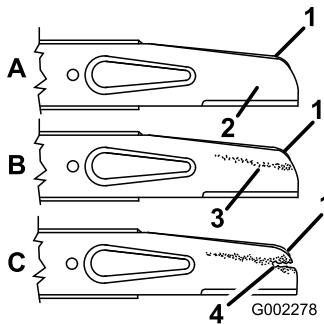

Figure 24
2. Enlevez le boulon de lame, la rondelle de blocage et l'accélérateur et la lame (Figure 24).